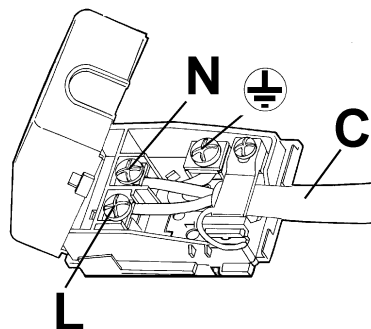

FIG. 11
- applicare al cavo d'alimentazione "C" se sprovvisto (vedi fig. 11) una spina normalizzata adatta al carico indicato sull'etichetta segnaletica. Allacciare i cavetti secondo lo schema della fig. 11, avendo cura di rispettare le sottoelencate rispondenze: